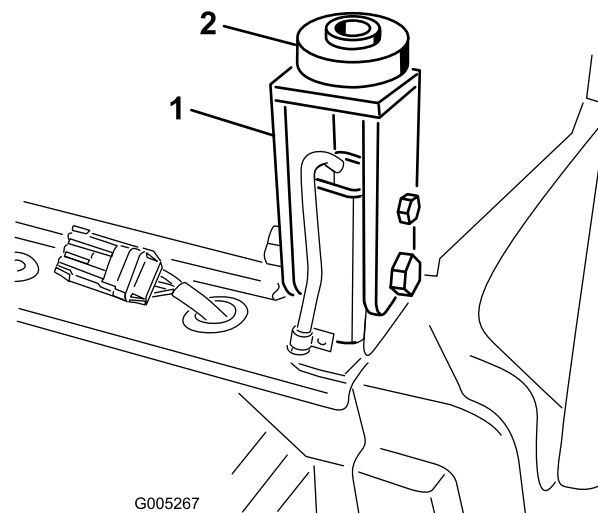

Figure 22
9. Insérez un support en caoutchouc sur chaque support de la cabine, aux points de montage arrière (Figure 22).